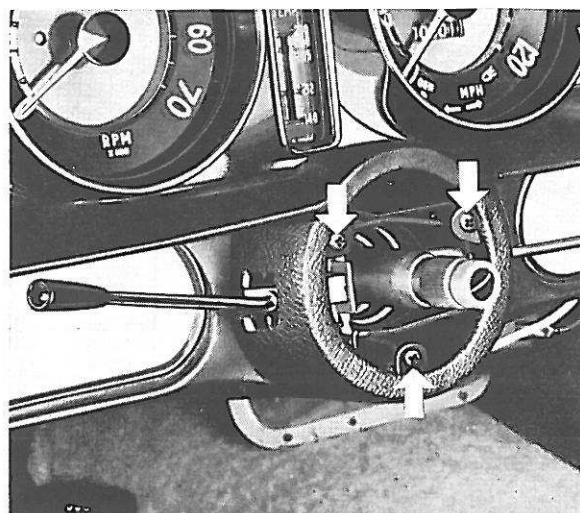

Figure 92. Démontage de la commande de clignotants
2. Enlever les vis de fixation du couvercle sur le boîtier de la commande, figure 92.